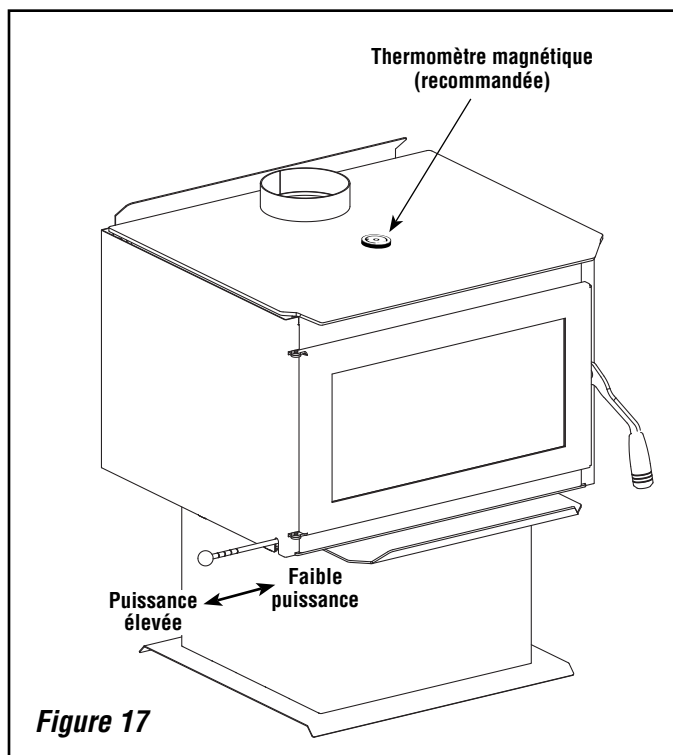

Figure 17
5. Lorsque l'on opère un appareil au bois, il est important de se familiariser avec l'utilisation du registre d'entrée d'air de l'appareil afin de voir son impact sur la température de l'appareil et la chaleur dégagée. L'utilisation d'un thermomètre pour poêle à bois est recommandée afin de savoir si l'appareil ne surchauffe pas et si on brûle le bois avec le maximum d'efficacité. Placé le thermomètre sur le dessus de l'appareil tel qu'indiqué à la **figure 17**. Faire une lecture de la température à toutes les 15 minutes approximativement jusqu'à ce que vous soyez familier avec le rendement de votre appareil. Fermer le registre complètement si la température excède 600 degrés, ce qui indiquerait que l'appareil surchauffe.